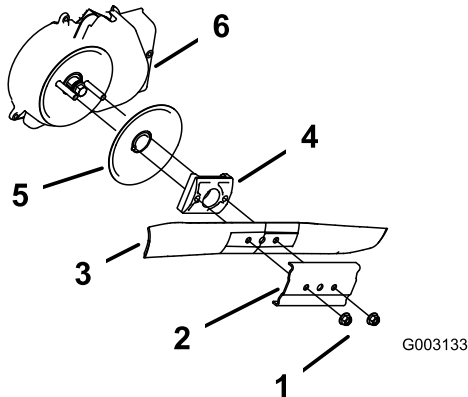

Bild 30
3. Entfernen Sie die beiden Messermuttern und die Verstärkung (Bild 30).
4. Entfernen Sie das Messer (Bild 30).
5. Nehmen Sie den Messermitnehmer und die Scheibe heraus (Bild 30).
6. Entfernen Sie das Schutzblech der Messerbremse (Bild 30).
10. Bauen Sie das zuvor ausgebaute Messer und die Verstärkung wieder ein (Bild 30).